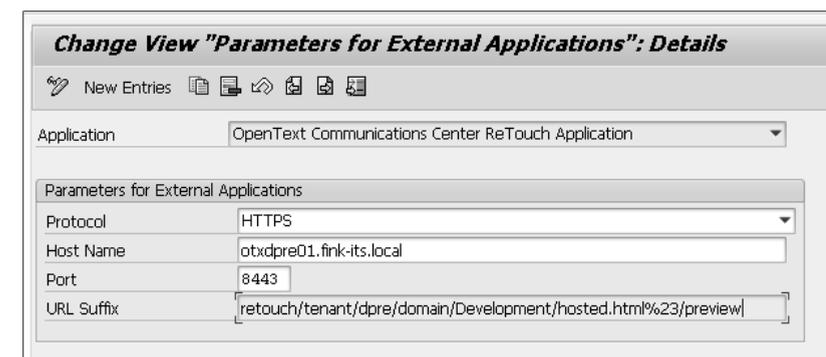

Abbildung 10.19 Parameter für externe Applikationen einrichten
2. Fügen Sie über **New Entries** einen neuen Datensatz hinzu, wie in Abbildung 10.19 gezeigt, und speichern Sie die Eingaben.